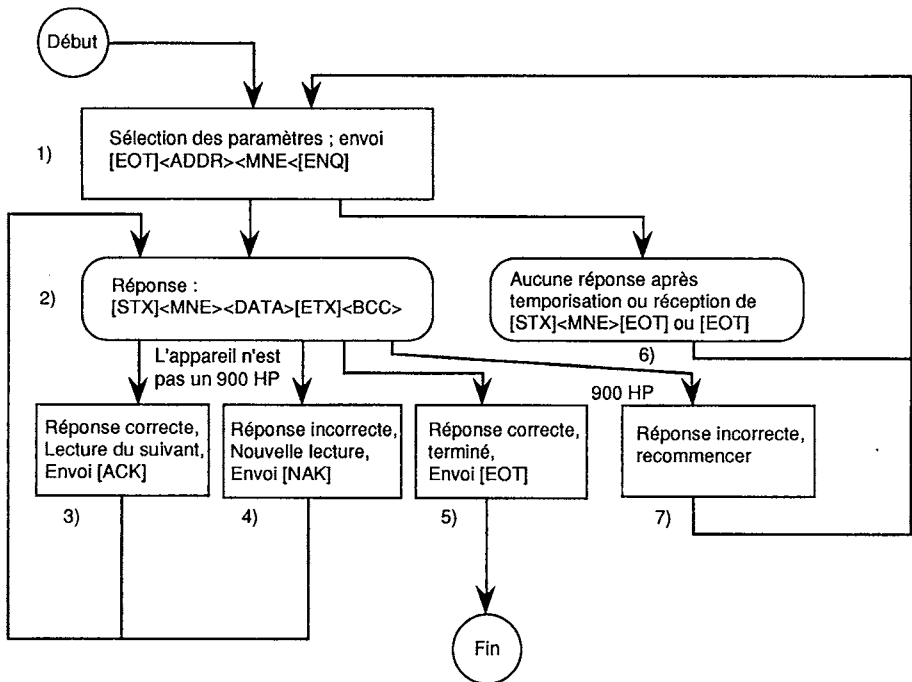

Figure 2 : lecture des données sur un appareil de la série 900 HP
La figure 2 montre la séquence utilisée pour la lecture des données d'un appareil.
L'étape 1 de la figure 2 est l'étape d'interrogation, où <ADDR> est la séquence (GID) (GID) (UID) (UID) et <MNE> est la séquence (C1) (C2) ou (CN) (C1) (C2).
Les octets de données sont identiques à ceux décrits dans Structures des données, <BCC> est un total de contrôle de bloc qui sert à valider les données. Il est calculé par application de XOR (ou exclusif) à tous les caractères situés après [STX] et jusqu'à [ETX] (inclus) (étape 2 de la figure 2).
Réponse incorrecte Si la réponse est incorrecte (le contrôle du total du bloc est erroné, le mnémonique reçu n'est pas celui qui a été demandé ou les octets de données ont une structure incorrecte), il est possible de retransmettre la totalité de la demande de lecture (étape 7 de la figure 2).
Absence de réponse ou rejet de la demande Si aucune réponse n'est reçue (ou une réponse partielle) après une durée de temporisation appropriée, il faut recommencer la demande de lecture (étape 6 de la figure 2). L'appareil peut ne pas répondre si
Il est alors possible de recommencer la demande de lecture (étape 6 de la figure 2) ou de choisir une autre mnémonique.
Fin Si la réponse est correcte et s'il n'y a plus d'action à effectuer, il faut envoyer un [EOT] pour désélectionner l'appareil (étape 5 de la figure 2). Il est possible d'omettre l'envoi d'[EOT] si l'action suivante consiste à sélectionner un autre appareil car un [EOT] sera envoyé (étape 1 de la figure 2).